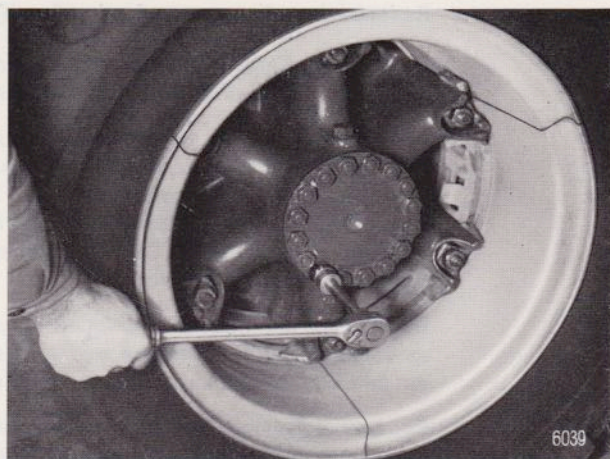
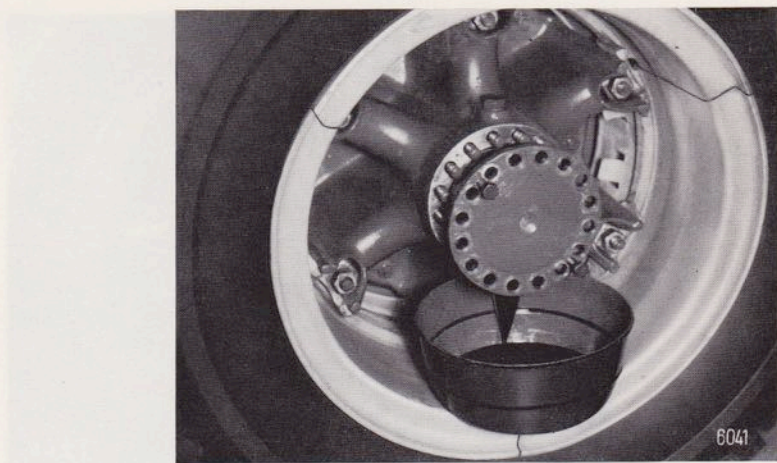

Abb. 56 Lösen der Muttern auf den Stiftschrauben
Abb. 58 Herausgezogene Antriebswelle
- Dadurch wird die Welle abgestoßen und kann endgültig ausgebaut werden (Abb. 56 und 57). Das auslaufende Öl muß in einem Gefäß aufgefangen werden. (Abb. 58 und 59).